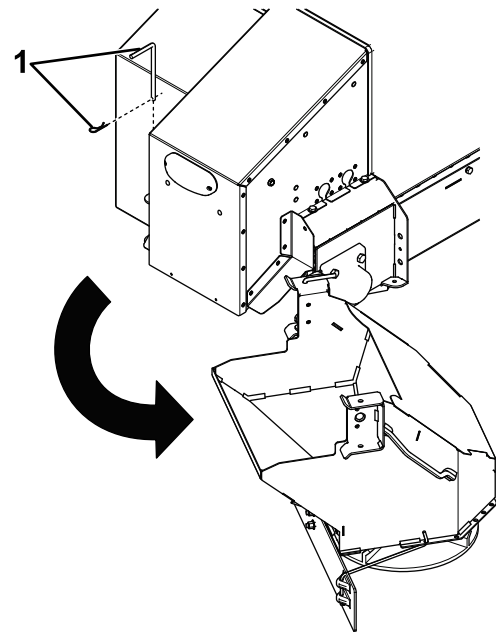

Figura 23
3. Retire el pasador de enganche izquierdo y la chaveta del conjunto del disco distribuidor (Figura 23).
4. Gire el conjunto del disco distribuidor para alejarlo de la abertura de la tolva (Figura 23).